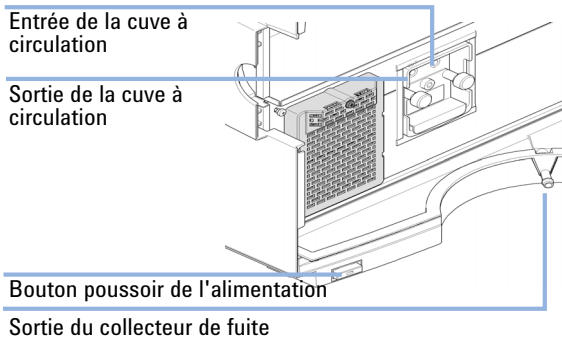

Figure 5 Raccordements au module VWD
- 9** Branchez le tuyau d'évacuation avec le raccord installé (élément du kit d'accessoires) à la sortie de la cuve à circulation et l'autre extrémité à un récipient pour déchets liquides approprié (voir la Figure 5, page 41).
- 10 Fixez le tuyau d'évacuation annelé (élément du kit d'accessoires) à l'adaptateur de la sortie du collecteur de fuite du VWD et positionnez-le de manière à ce que son autre extrémité se trouve dans un récipient pour déchets liquides approprié (voir la Figure 5, page 41).
- 13 Assurez-vous que le bouton poussoir de mise sous tension à l'avant du module (voir la Figure 5, page 41) est en position Arrêt. Maintenant, branchez le câble d'alimentation au CPL Agilent 1220 Infinity et à la prise de secteur.